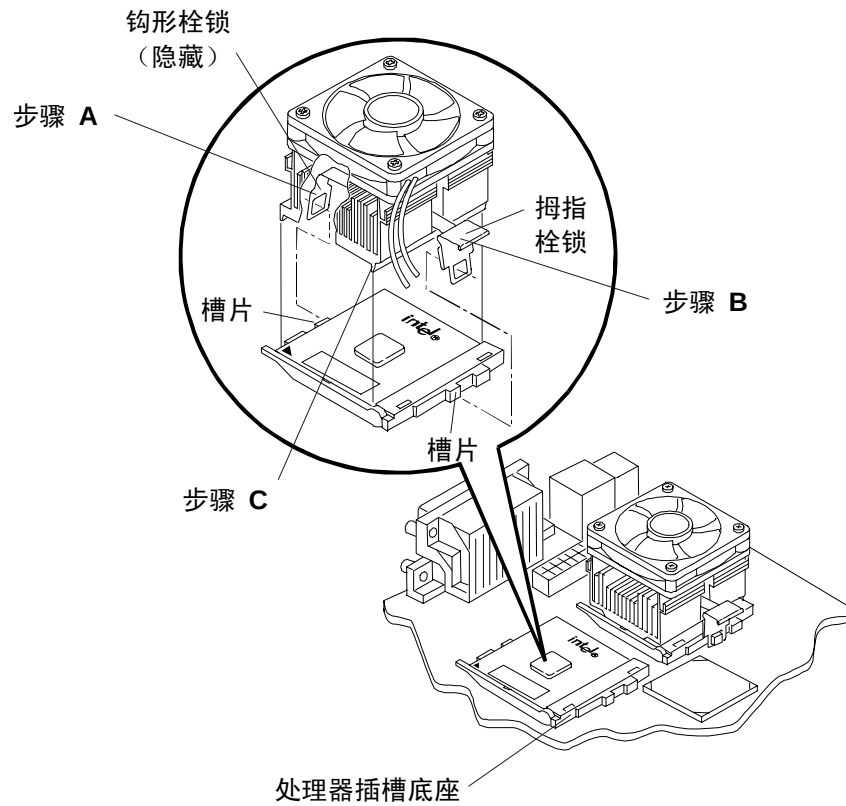

图 6-5. 在主机板上安装处理器
- a. 稍微倾斜或摇晃散热器以使其进入机箱后端，从而帮助啮合钩形栓锁，然后将钩形栓锁连接至槽片。请参见图 6-5。
- b. 将散热器旋回，并将其稳定地放置在处理器顶部，然后将拇指栓锁连接至处理器插槽底座侧面上的槽片，如图 6-5 所示。
2. 松开散热器上的拇指栓锁，并且从处理器向上轻轻提起散热器。请参见图 6-5。